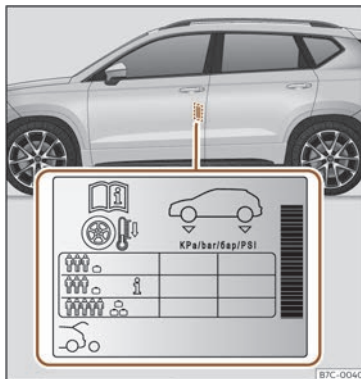

Fig. 204 Ubicació de l'adhesiu de la pressió d'inflament dels pneumàtics.
• Adapteu la pressió dels pneumàtics a la càrrega que porta el vehicle»» **fig. 204**.
Els valors de la pressió d'inflament s'indiquen a l'etiqueta adhesiva situada a la zona posterior del marc de la porta davantera esquerra »» **fig. 204**.
En funció del vehicle, es pot adaptar la pressió d'inflament dels pneumàtics a mitja càrrega per augmentar el confort de marxa (pressió d'inflament **i**)»» **fig. 204**). Quan se circula amb la pressió d'inflament de confort, es pot incrementar lleugerament el consum de combustible.
La pressió dels pneumàtics s'ha d'adaptar a la càrrega actual del vehicle. Si el vehicle anirà carregat al màxim, heu d'augmentar la pressió d'inflament al valor màxim de càrrega indicat a l'etiqueta adhesiva»» fig. 204.
En el cas d'una roda d'emergència minimitzada (125/70 R18), infleu-la a 4,2 bar de pressió segons s'indica a l'etiqueta de pressió dels pneumàtics»» fig. 204.
- El conductor és responsable que tots els pneumàtics del vehicle estiguin inflats a la pressió correcta. La pressió d'inflament recomanada s'indica en un adhesiu »» fig. 204.
- Amb els pneumàtics en fred, s'ha de mantenir sempre la pressió indicada a l'adhesiu»» fig. 204.